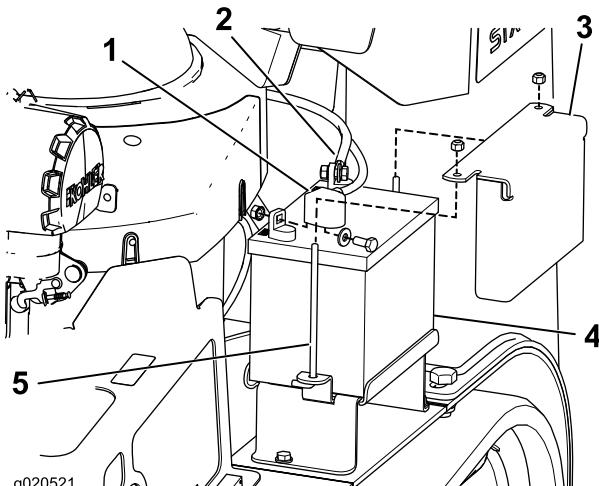

Figura 42
3. Levante la cubierta de goma negra del cable negativo. Desconecte el cable negativo del borne negativo (-) de la batería (Figura 42).
4. Retire la cubierta de goma roja del borne positivo (rojo) de la batería. Luego retire el cable positivo (rojo) de la batería (Figura 42).
5. Retire la pletina de sujeción, los pernos en J y las contratuerca que sujetan la batería (Figura 42), y retire ésta.
1. Coloque la batería en la máquina (Figura 42).
3. Conecte primero el cable positivo (rojo) al borne positivo (+) de la batería con una tuerca, una arandela y un perno (Figura 42). Deslice la cubierta de goma sobre el borne.
4. Luego conecte el cable negativo y el cable de tierra al borne negativo (-) de la batería con una tuerca, una arandela y un perno (Figura 42). Deslice la cubierta de goma sobre el borne.